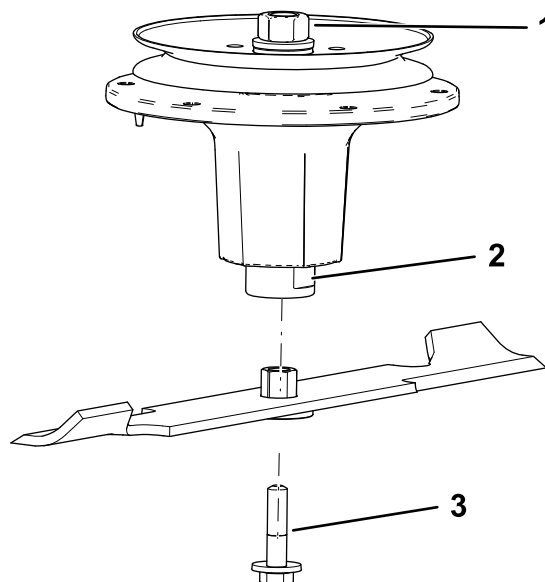

Figura 98
- Instale el conjunto de casquillo/cuchilla en el eje (Figura 98).